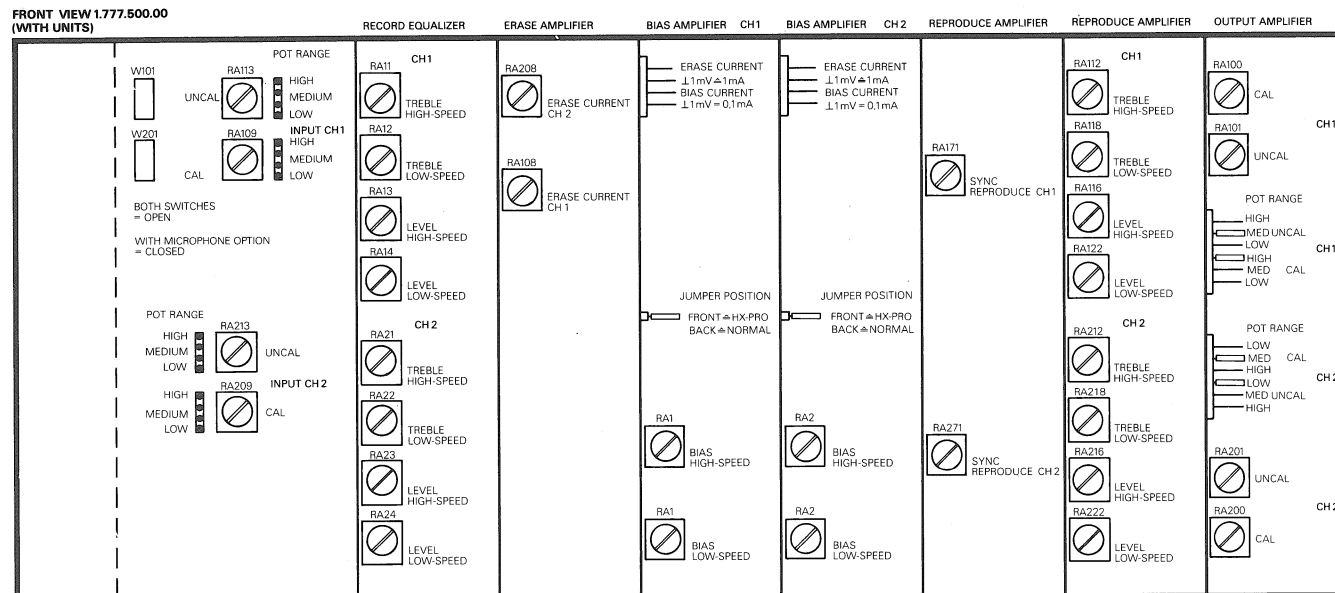

Fig. 20
- 1 kHz Sinussignal vom Generator mit -20 dBu (IEC) bzw. -16 dBu (NAB) einspeisen und während der Aufnahme bei Vorwahl REPRO, mit den entsprechenden Potentiometern (Fig. 20):
- Generatorfrequenz auf 10 kHz bei gleichbleibendem Pegel erhöhen und wie für 1 kHz die Ausgangspegel mit den Treble-Trimmern (Fig. 20):
- Die zuvor aufgezeichnete Bandstelle abspielen und mit den SYNC REPRODUCE Trimpotentiometern RA171 CH1 (RA271 CH2) auf dem PREAMPLIFIER BOARD (Fig. 20) einen Pegel von 0 dBu (IEC) resp. +4 dBu (NAB) einstellen.